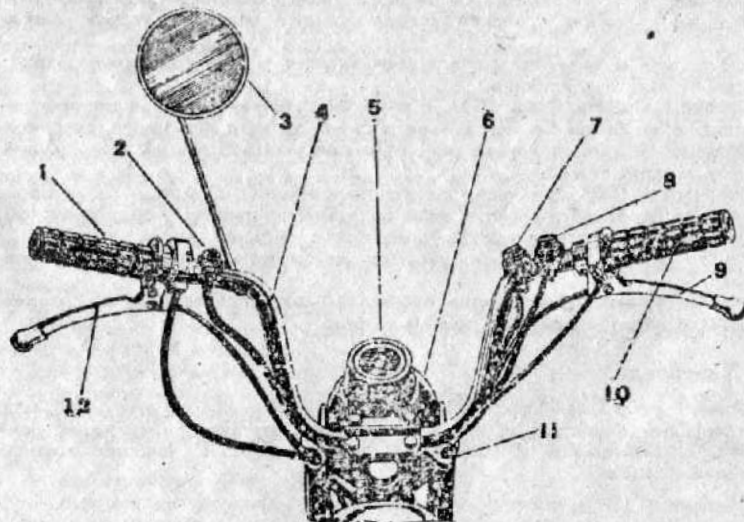

Рис. 3. Органы управления и приборы:
5.1. Органы управления и приборы (рис. 3).